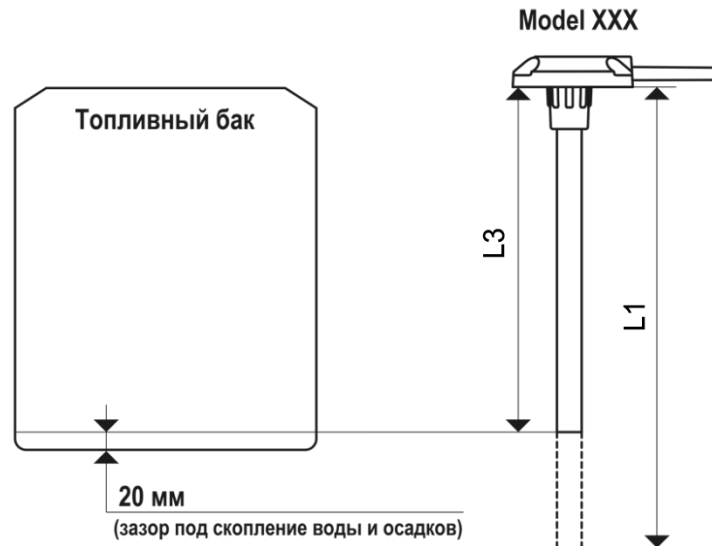

Рис. 5- Обрезка измерительной части изделия
- 3) Отрезать ножовкой длину **L3** изделия таким образом, чтобы линия среза была строго перпендикулярна продольной оси изделия (Рис.5).